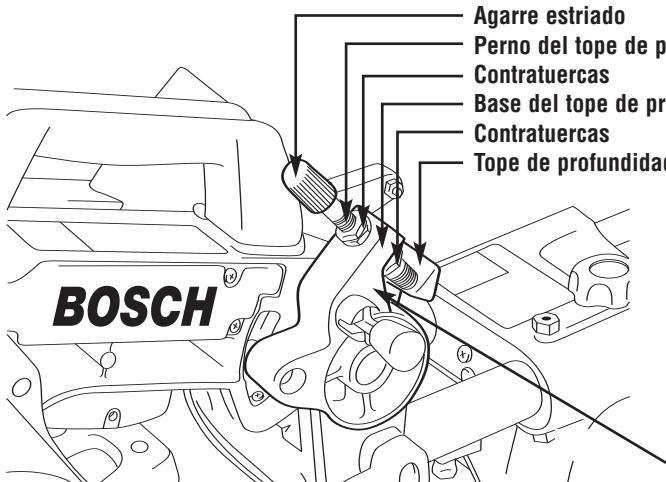

Figura 31. Corte de ranuras
1. Ajuste la profundidad de corte aflojando las contratuerzas ubicadas en el perno de ajuste de profundidad (Figura 31). No cambie la posición de las dos (2) contratuerzas que están en el extremo del perno.